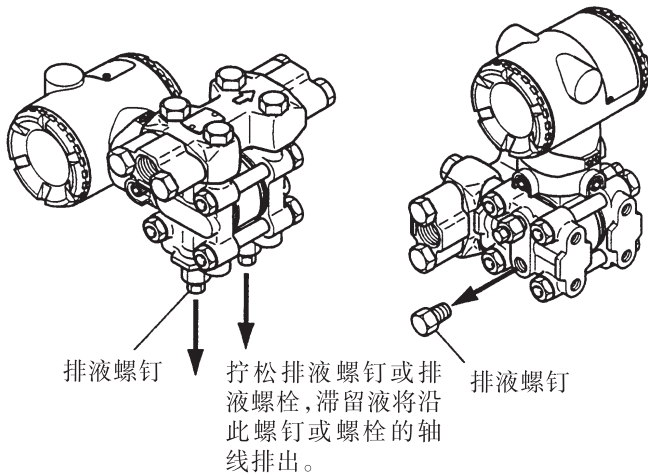

图 7.6.1 变送器排液
a. 慢慢拧开排液螺钉或排液螺塞排除测压部内滞留液体(见图7.6.1)。